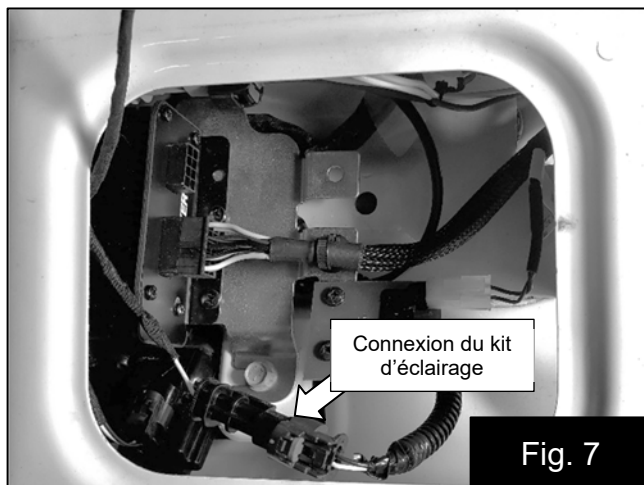

Fig. 7
10. Installez le faisceau du kit d'éclairage si vous l'avez acheté séparément. Fig. 7